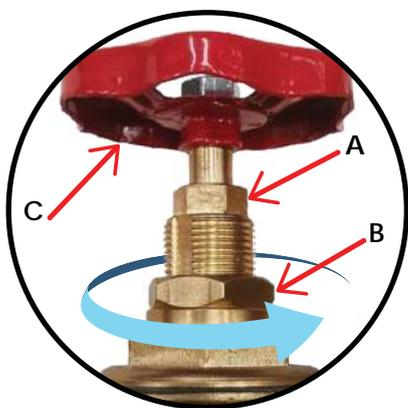

Fig. 1
- 2 - Chiudere la valvola a mano (fig. 1 pos. C).
- 5 - Allentare il dado di serraggio (fig.1 pos. B)
- 7 - Agire sul volantino (fig. 1 pos. C) portandolo in posizione di massima apertura.